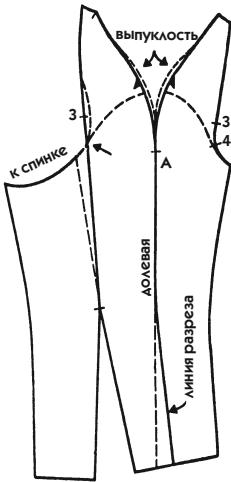

Рис. 374
— продолжите от уровня локтя вверх линию вставки, как показано сплошной линией на рис. 374;
— слегка отклоните эту линию, если хотите спрятать этот шов (на рис. 374 этот разрез показан пунктирной линией).
Эти изменения вставки рукава надо перенести на лиф. Не сглаживайте образовавшийся угол, а, наоборот, подчеркните его (на рис. 374 он обозначен толстой стрелкой). Однако не забывайте, что это всего лишь пример и некоторые вставки могут выглядеть иначе. Обозначьте направление долевой нити так же, как для обычного двухшовного рукава.
10. **Выпуклость на плече.** Если мода требует, чтобы реглан представлял выпуклость на плече, достаточно обозначить ее, как показано мелким пунктиром на рис. 374, проведенным на расстоянии 0,5 см от сплошных линий на уровне оката рукава. Выпуклость компенсируется довольно толстыми подплечниками.
Переведите рукав, начерченный по рис. 374, и вернитесь к его объяснениям, чтобы применить вставку к рукаву с рельефом от засечки А или для локтевого шва.